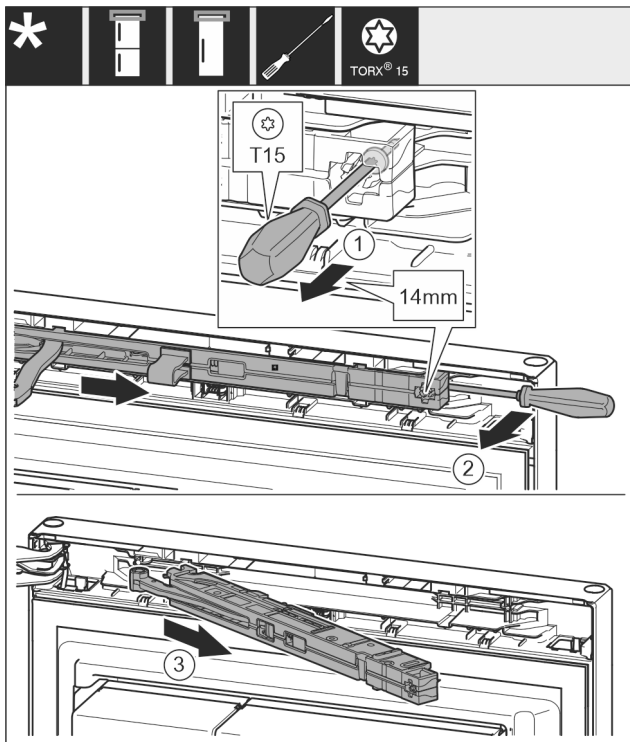

Fig. 10
- ▶ Lazítsa meg a záráscsillapító egységnél található csavart T15 csavarhúzóval mintegy 14 mm-nyire. Fig. 10 (1)
- ▶ Nyúljon a markolat felőli oldalról csavarhúzóval a záráscsillapító egység mögé, és forgassa előre. Fig. 10 (2)
- ▶ Húzza ki a záráscsillapító egységet. Fig. 10 (3)